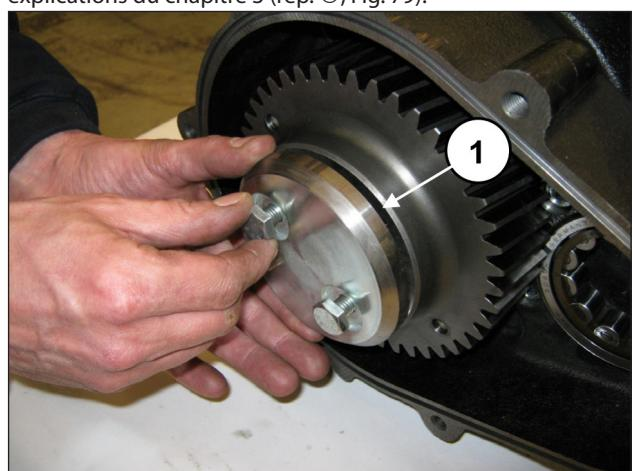

Fig. 78
Fixer l'immobilisateur de couronne (rep. ①, Fig. 78) à l'aide de 2 vis M10x25.